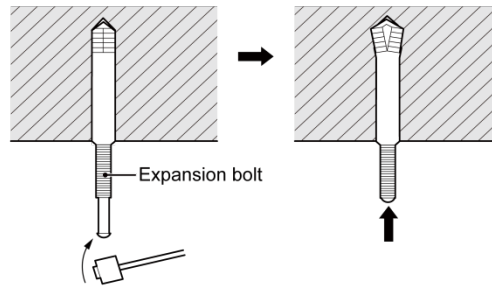

Fig.4.1.5
2) Inserte el perno de expansión M10 en el orificio y luego introduzca el clavo en el perno, como se muestra en la Fig.4.1.5, y retire la plantilla de papel.